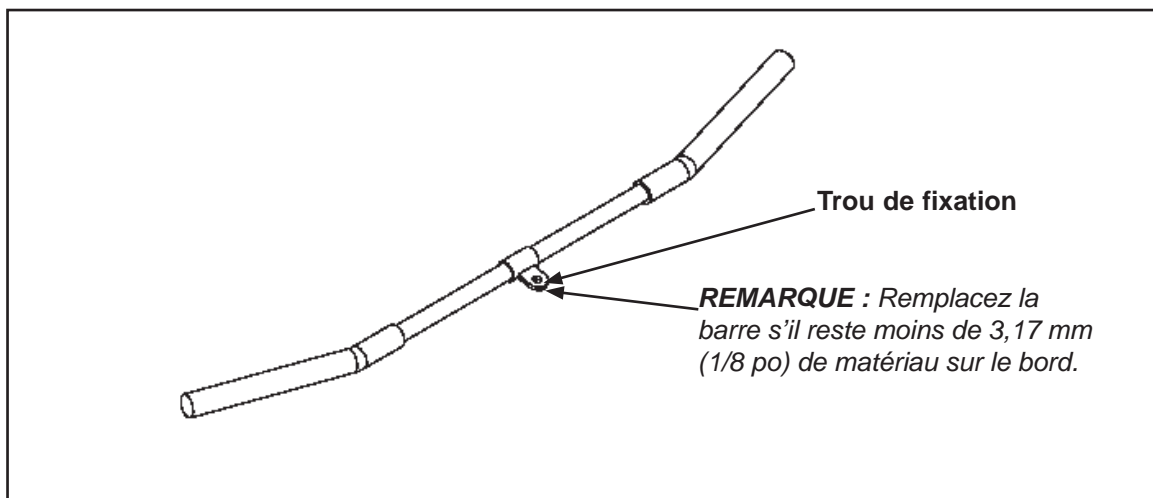

Figure 5
**MISE EN GARDE :** Remplacez immédiatement toutes les poignées usées. N'utilisez pas l'équipement s'il reste moins de 3,17 mm (1/8 po) de matériau sur le bord. Reportez-vous à la figure 5.